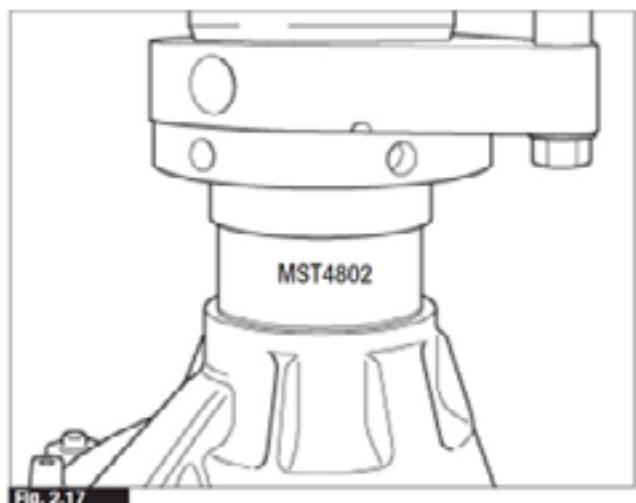

Fig. 2.17
5. Prense firmemente a capa do rolamento externo do pinhão em seu alojamento na caixa do diferencial. Aplique uma carga de prensa de 6 a 8 toneladas, usando uma ferramenta (MST4802), que tem o mesmo tamanho da capa externa (Fig. 2.17).